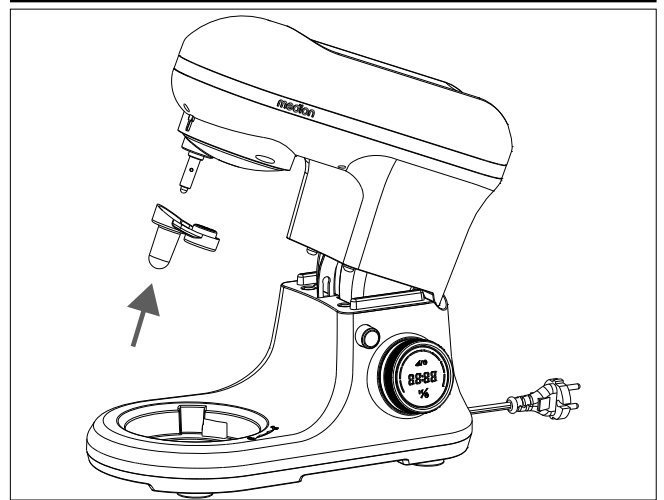

Fig. 8 - Colocar la pieza de conexión
- ▶ Coloque la pieza de conexión en el soporte del brazo giratorio (véase Fig. 8).